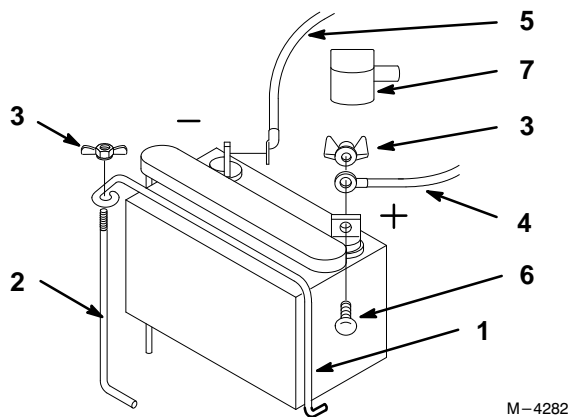

Figure 6
1. Monter la batterie sur son support en plaçant les bornes du côté du réservoir d'essence (Fig. 6).
2. Fixer la batterie au moyen de la bride, de la tige de support et de l'écrou papillon (Fig. 6).
3. Enfiler le capuchon de borne rouge sur le fil rouge de batterie (Fig. 6).
4. Connecter le fil positif de batterie à la borne positive (+) de la batterie et le fil négatif de batterie à la borne négative (-) de la batterie, et fixer au moyen des boulons de carrossier et des écrous de blocage (Fig. 6).